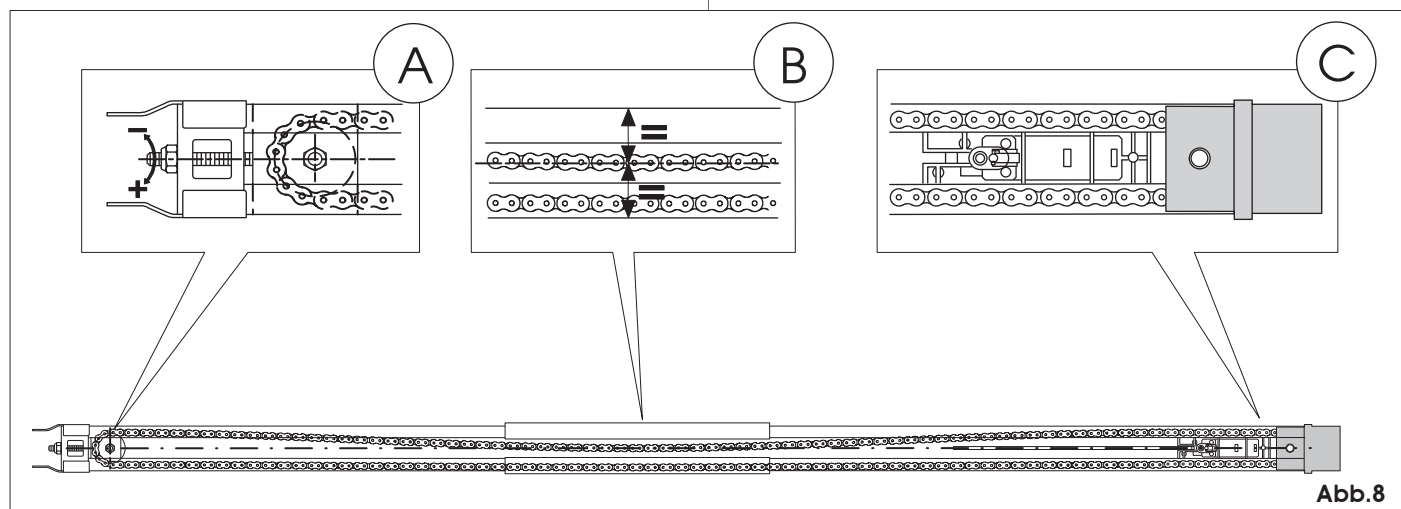

Abb.8
- 5) Die Gleitführung auf die Seite legen (Abb. 8).
- 6) Den Schlitten in die Nähe der Zugkupplung schieben (Abb. 8 Bez. C).
- 7) Den Spanner (Abb. 8 Bez. A) so einstellen, dass der mittlere Bereich der Schleife (bestehend aus dem oberen Kettentrum) in etwa mit der Mittellinie der Gleitführung übereinstimmt (Abb. 8 Bez. B).